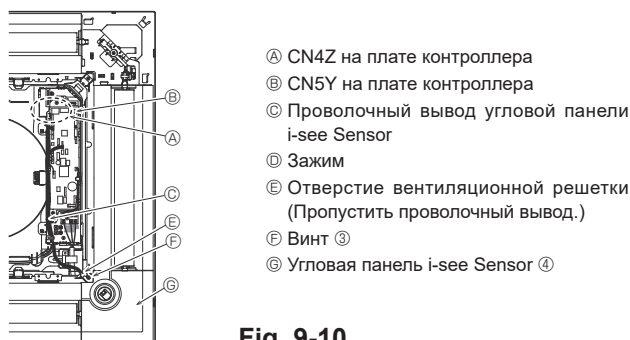
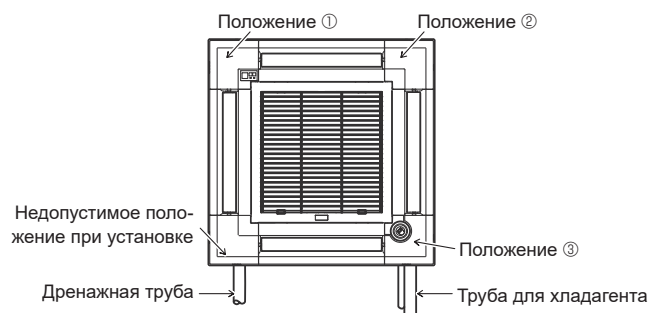

Fig. 9-10
Fig. 9-11
Для главного прибора нельзя устанавливать угловую панель приемника сигналов на стороне дренажной трубы. (См. Fig. 9-11)
9.4.6. Установка угловой панели i-see Sensor (Fig. 9-10)
- Проложите разъем проволочного вывода (белого цвета, 4 полюсный и белого цвета, 5 полюсный) угловой панели i-see Sensor ④ со стороны распределительного щита на главном приборе и подсоедините разъем CN4Z и CN5Y на плате контроллера.
- Угловая панель i-see Sensor должна крепиться на вентиляционную решетку ① винтом ③.
- Если положение i-see Sensor было изменено с положения по умолчанию (положение ③) на другое положение, измените настройки функции. (См. страница 12 и Fig. 9-11)
- Для главного прибора невозможно установить угловую панель i-see Sensor на стороне дренажной трубы. (См. Fig. 9-11)